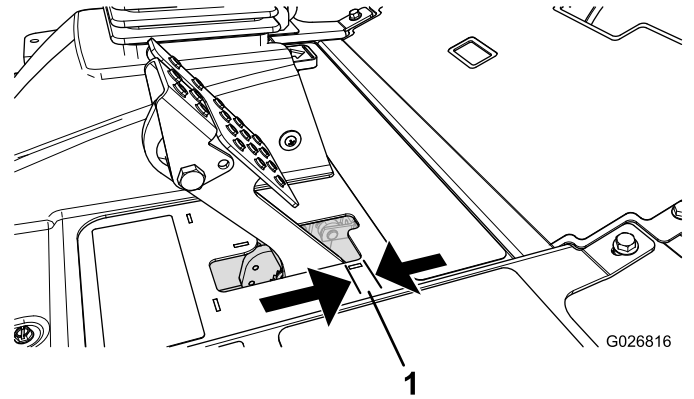

Figura 84
Ajuste los frenos si el pedal de freno tiene más de 2,5 cm de holgura, o cuando se necesite más fuerza para frenar (Figura 84). La holgura es la distancia que recorre el pedal de freno antes de notarse una resistencia de frenado.
2. Apriete la tuerca trasera para mover el cable hacia atrás hasta que los pedales de freno tengan una holgura de 0,63–1,27 cm antes de que se bloqueen las ruedas (Figura 84).